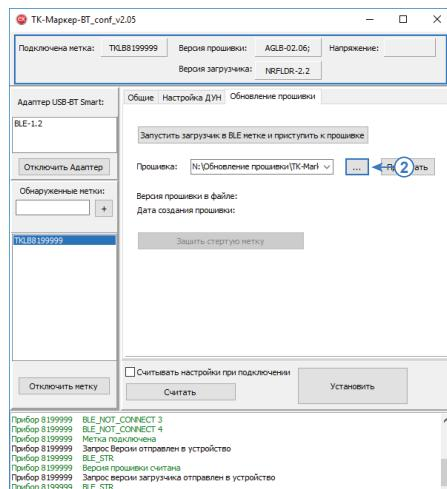

Рис.15. Чтение файла обновлений.
- Подключить метку ТК-Маркер-BT в программе «ТК-Маркер-BT\_conf». Убедиться, что в программу считаны параметры метки (Рис.15, п.1).
- Нажать кнопку справа от поля «Прошивка» (Рис.15, п.2) и выбрать файл формата .eraw с обновлениями.